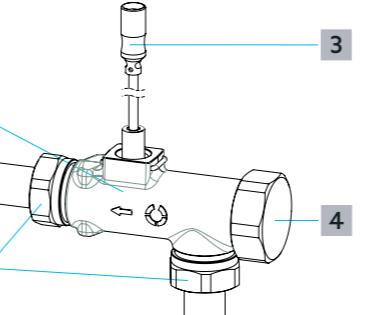

Fig. 1: Configuration
i S'il existe un module de bouclage d'E.C.S., retirer le capuchon (voir Fig. 1 (5)).